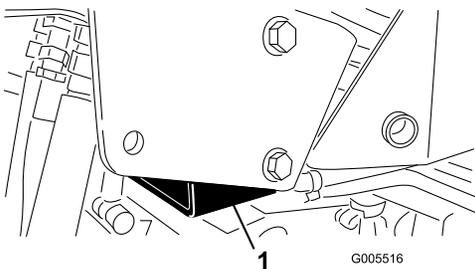

Figure 26
- Côté droit – sous l'appui de cric et adjacent au support du système antiretourneement (ROPS) (Figure 26)